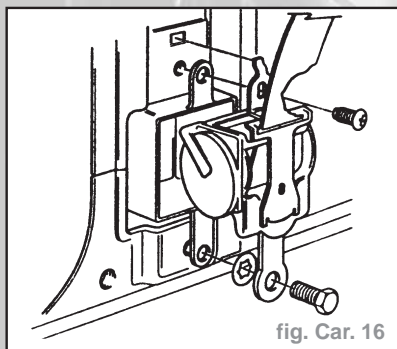

fig. Car. 16
- la ceinture de sécurité de siège avant du montant **B** (dans le cas de portes avec faisceau de câbles) - (fig. Car. 16).